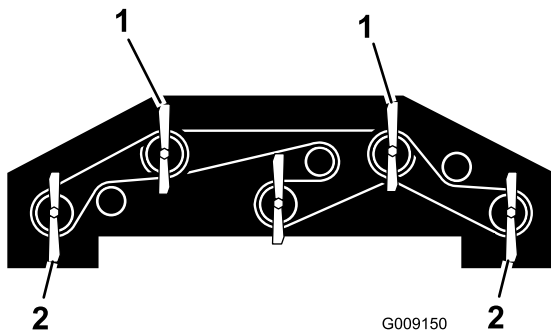

図 94
1. 前デッキのブレード2枚とウイングレットのブレードを前後方向に向ける (図 94)。